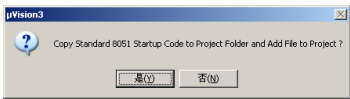

图 33-11 “ μ Vision3”对话框
- (3) 单击“确定”按钮，此时弹出“ μ Vision3”对话框，如图 33-11 所示。单击“是”按钮，完成工程的建立。
- (4) 选择“File”→“New”命令，新建一个程序文件，并保存为*.C 文件，可以在其中输入程序代码。